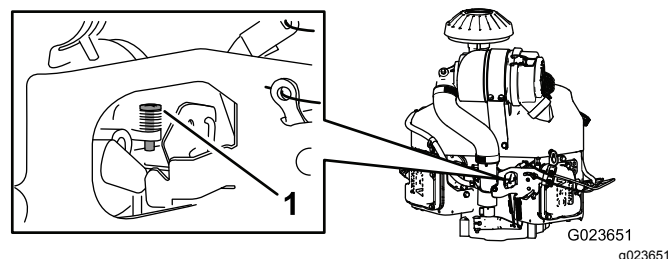

Figure 67
4. Ajustez la vis d'arrêt sur le carburateur (Figure 67) pour régler le régime de ralenti entre 1 350 et 1 550 tr/min.